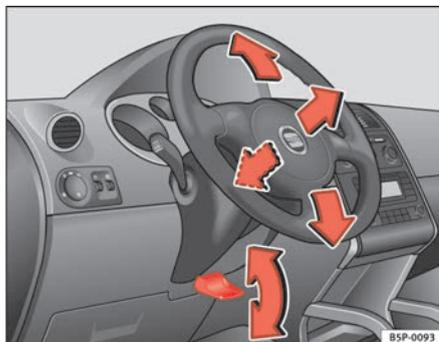

Fig. 132 Regolazione della posizione del volante
- Abbassare la leva ⇒ fig. 132 che si trova sotto il piantone dello sterzo ⇒ ⚠.